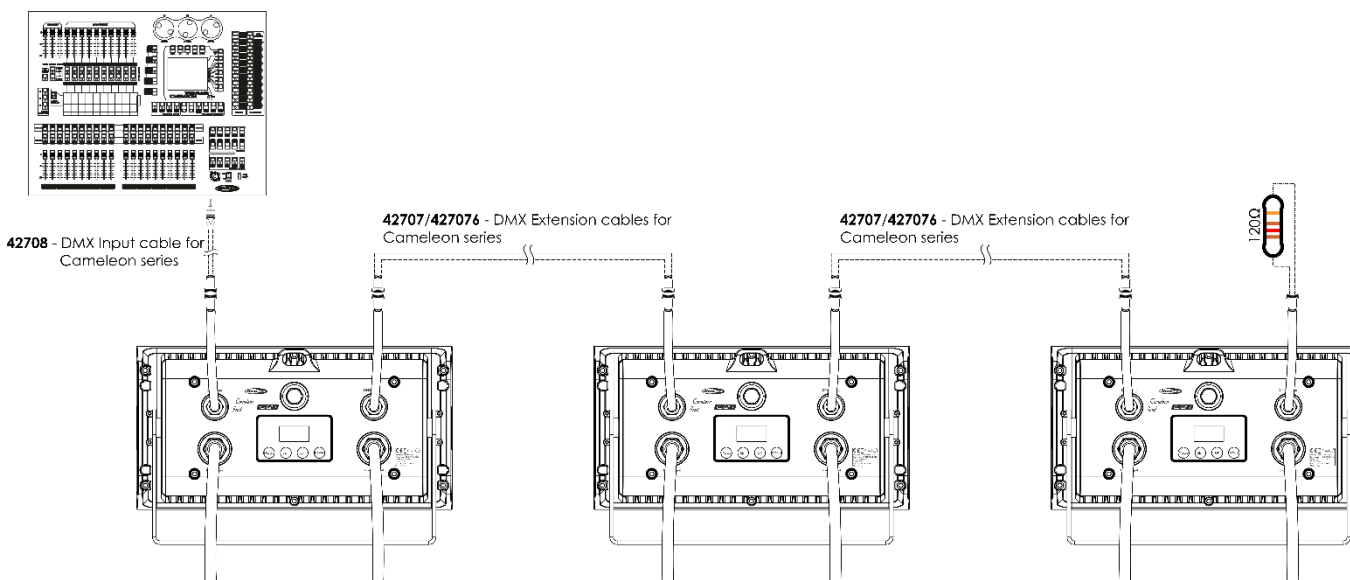

Fig. 04
- 04) Collegare le unità come indicato nella Fig. 04. Collegare un controller luci all'"ingresso" DMX della prima unità, servendosi del cavo di ingresso DMX 42708. Collegare la presa "out" della prima unità alla presa "in" della seconda unità, servendosi del cavo prolunga DMX 42707/42706, collegare la seconda e la terza unità servendosi del cavo prolunga DMX 42707/42706.